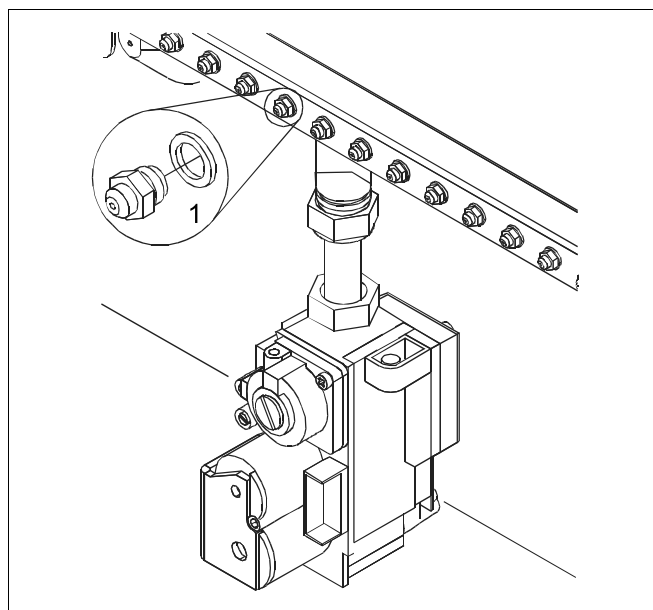

Fig. 50 Sostituire gli ugelli
- Rimuovere gli ugelli (fig. 50, **pos. 1**) del bruciatore e sostituirli con degli ugelli di diametro corrispondente alla nuova categoria di gas che si intende utilizzare (tab. 7, pagina 50).